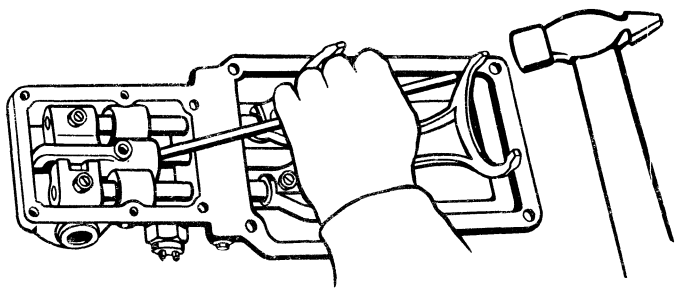

Рис. 105. Снятие головки штока включения III и IV передач
- передвинуть шток включения III и IV передач в переднее положение, отвернуть стопорный болт головки включения III и IV передач и снять головку со штока. При затрудненном снятии головки следует вставить для упора распорку между задним торцом вилки включения III и IV передач и бобышкой и сбить головку со штока (рис. 105);